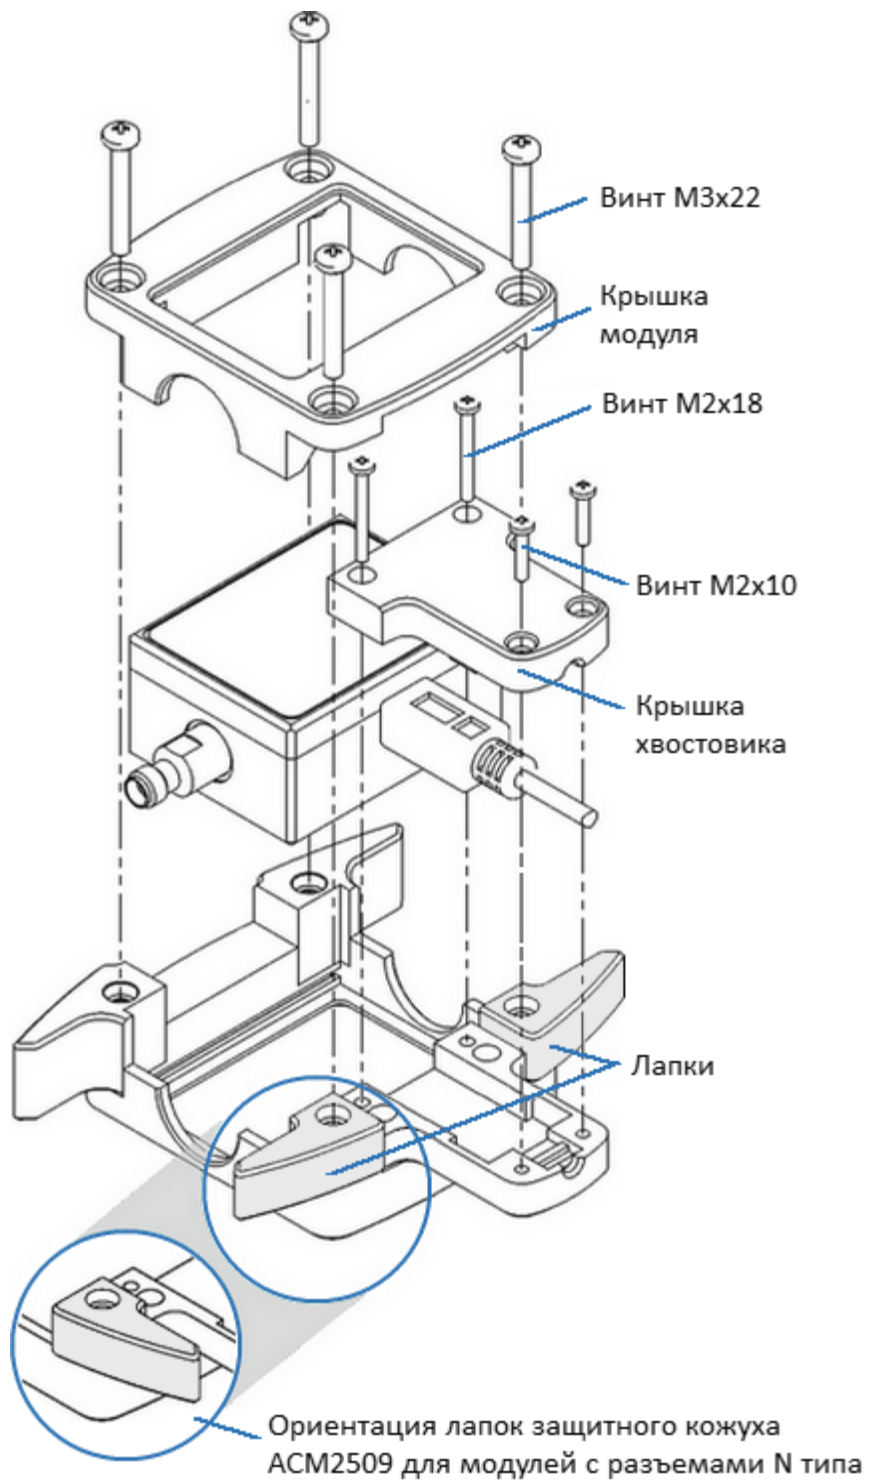

Рисунок 42 – Пример установки кожуха
- 4 шт. винтов M3×22 на крышке кожуха. Снимите крышку модуля (см. рисунок 42);